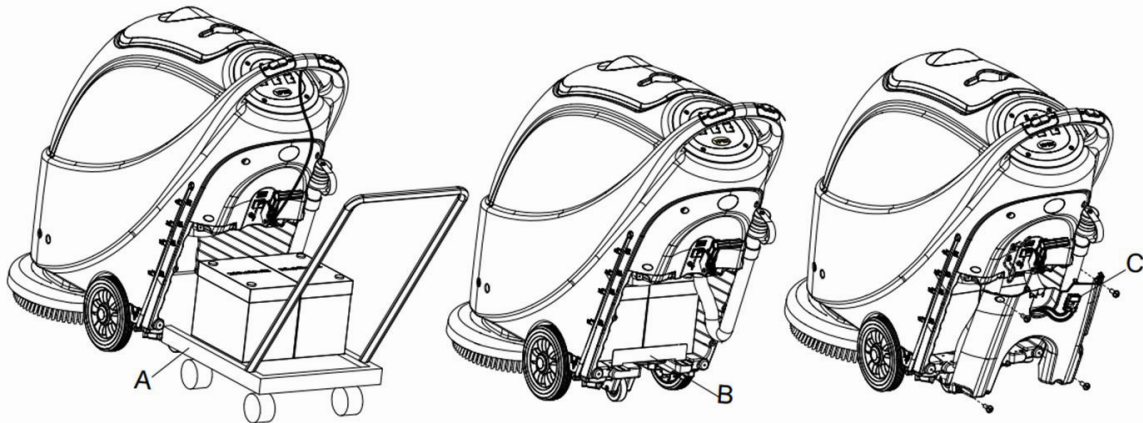

Abbildung 7
14. Setzen Sie die Batterie mit speziell angefertigten Batterie-Installationsgeräten ein (**A, Abbildung 7**). Nachdem die Batterie eingesetzt ist, entfernen Sie die Batterie-Installationsgeräte, und installieren Sie die Batterie-Fixierungshalterung (**B, Abbildung 7**).
15. Stecken Sie den Batterie-Anschluss (**C, Abbildung 7**) durch das Loch auf der Oberseite der Batterieabdeckung, stecken Sie dann den Ablaufschlauch durch das rechte Loch der Batterieabdeckung. Fixieren Sie die Batterieabdeckung mit 4 Schrauben, und installieren Sie dann nacheinander die Abstreifer-Zugschnur, den Ablaufschlauch und den Abstreifer.